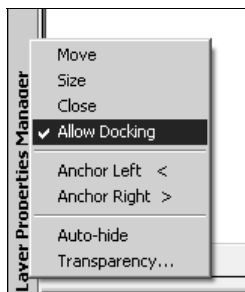

Рис. 5.3. Контекстное меню заголовка диспетчера свойств слоев
2. Чтобы включить режим закрепления палитры, щелкните в появившемся меню (рис. 5.3) левой кнопкой мыши на строке **Allow Docking** (Разрешить закрепление).